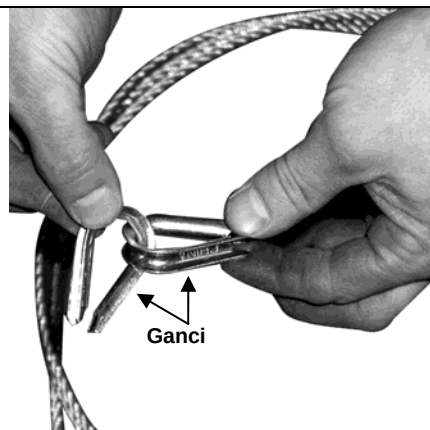

Figura 2-4
- 1) Congiungere i due ganci (cfr. Figura 2-4).
- 2) Far scivolare due (2) morsetti del cavo sul cavo stesso.